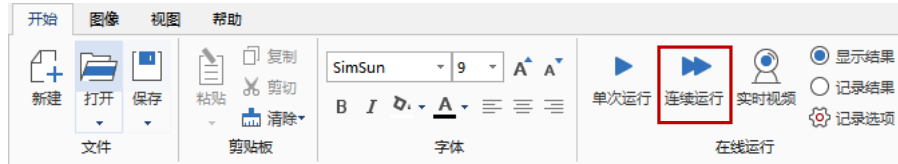

图 2-22 程序运行
1. 在相机能够获得清晰成像之后，在【开始】选项卡的【在线运行】组中单击【连续运行】按钮，如下图 2-22 所示。使程序在控制器上连续运行，且不返回运行结果。